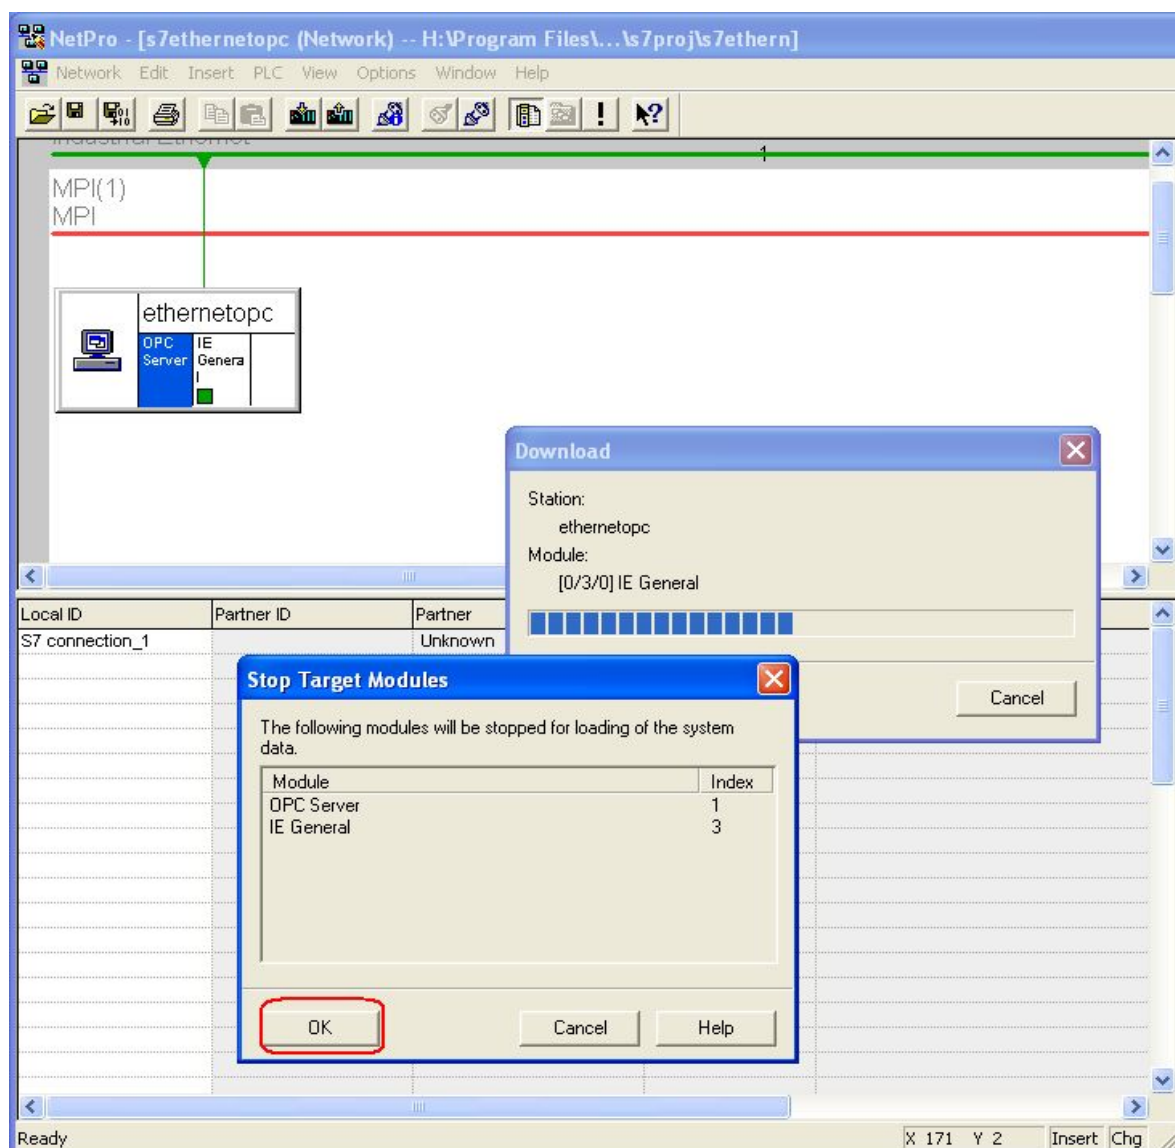

图 21：组态下载
- 1) 打开 OPC Scout, (Start>SIMATIC>SIMATICNet>OPC Scout), 如图 21 双击“OPC SimaticNet”在随之弹出的“ADD Group”对话框中输入组名，本例命名为“OPC_ETHERNET”。点击 OK 确认。